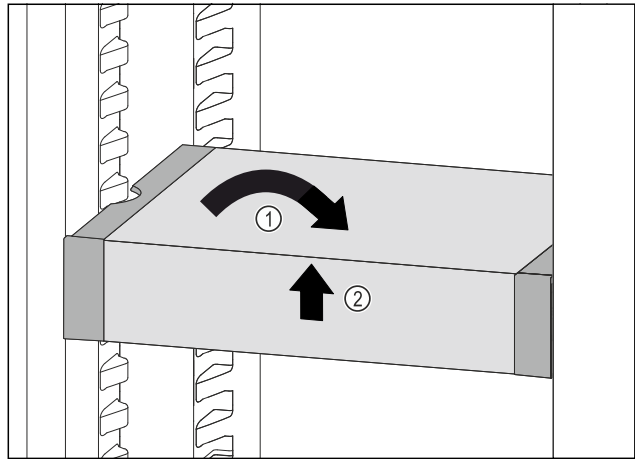

Fig. 72
- ▶ VarioSafe gerade stellen. Fig. 72 (1)
- ▶ VarioSafe vorne anheben. Fig. 72 (2)